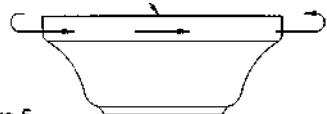

Figura 5
1. Retire el anillo de la marquesina girándolo hacia la derecha hasta que se esenganche (Figura 5).